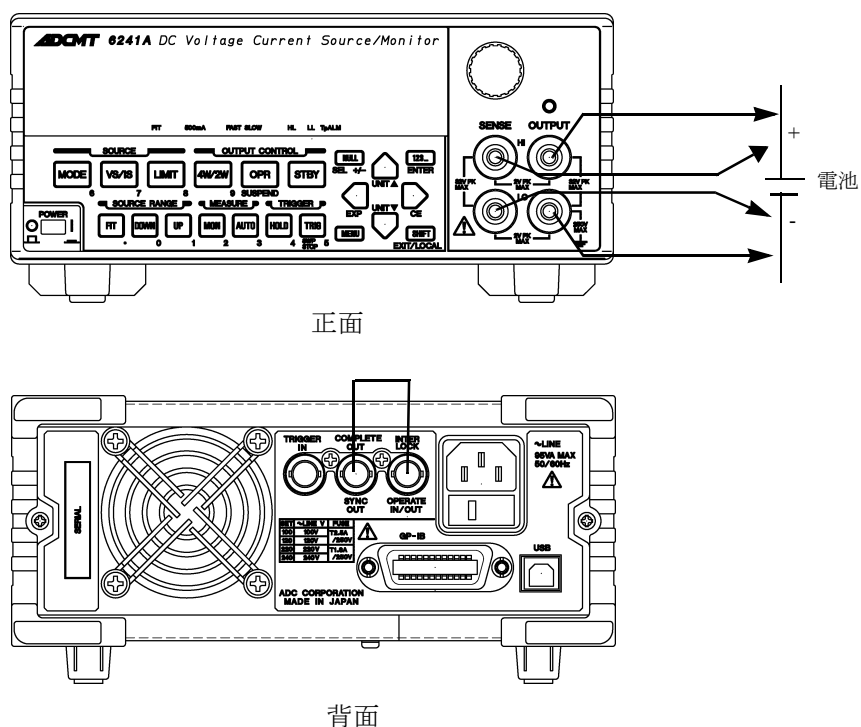

図 3-3 電池充放電試験の接続
1. 接続ケーブルによる電圧降下をなくすため、図 3-3 のように 4 端子で接続します。